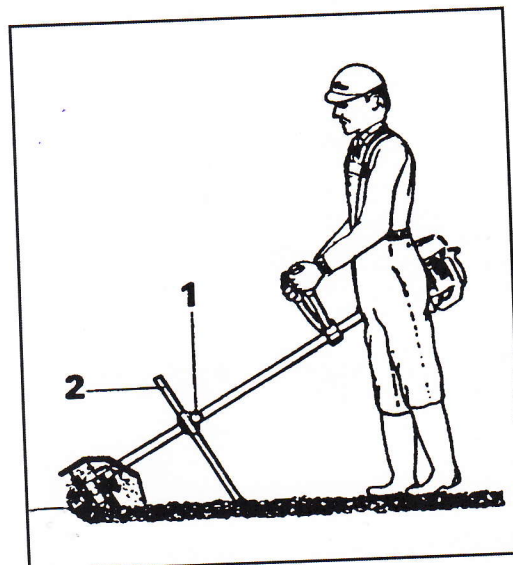

Fig. 4
**注意!** - 发动机的使用、调节和保养，请参阅割灌机的使用和保养手册中的说明。刀片2 (图4)对于控制打草头的前进和工作的深度是必要的。如果刀片调节良好，
可毫不费力地完全控制割灌机。使用 (图4): 将腰带在身上调节好 (请参阅割灌机的使用和保养手册)。
**VARNING!** - För användningen, inställningar och underhåll på motorn se **anvisningarna angivna i handboken för användning och underhåll**. Förskäret (2, Fig. 4) är nödvändigt för att kontrollera såväl kultivatorn som dess arbetsdjup. En korrekt inställning av förskäret ger dig full kontroll över maskinen utan ansträngning.
**ANVÄNDNING (Fig. 4):** anpassa selen till din kropp (**se handboken för användning och underhåll av trimmern**). Reglera förskäret (2) med kulgreppet (1). Gå framåt med små steg och flytta kultivatorn framåt och bakåt.